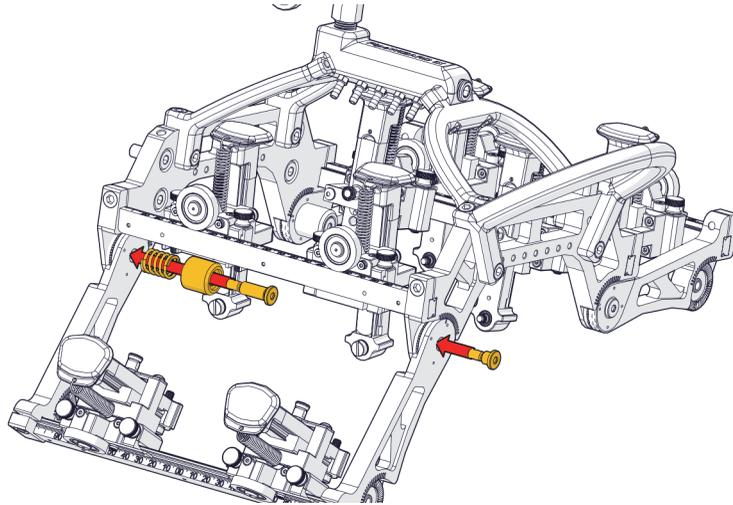

图1-50 使用弹簧和垫片安装探头模块部分
3. 使用弹簧、小间距气缸和两个螺钉将探头模块部分安装到位（参见第61页的图1-50）。